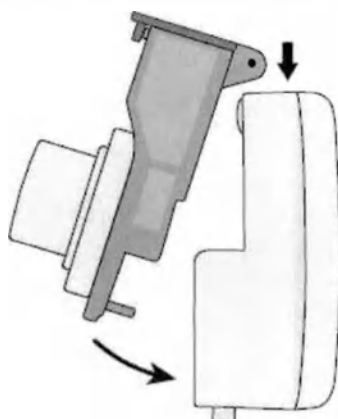

Рис. 4
1. Вставьте камеру ингаляционную в пазы в верхней части основного блока и прижмите нижнюю часть камеры ингаляционной к основному блоку до щелчка (Рис. 4).